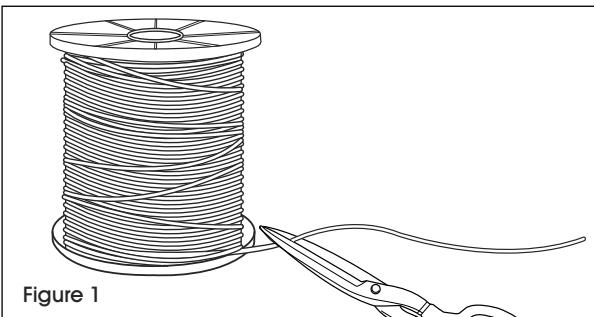

Figure 1
1. Coupez le tendeur élastique à la longueur souhaitée. (Voir Figure 1)